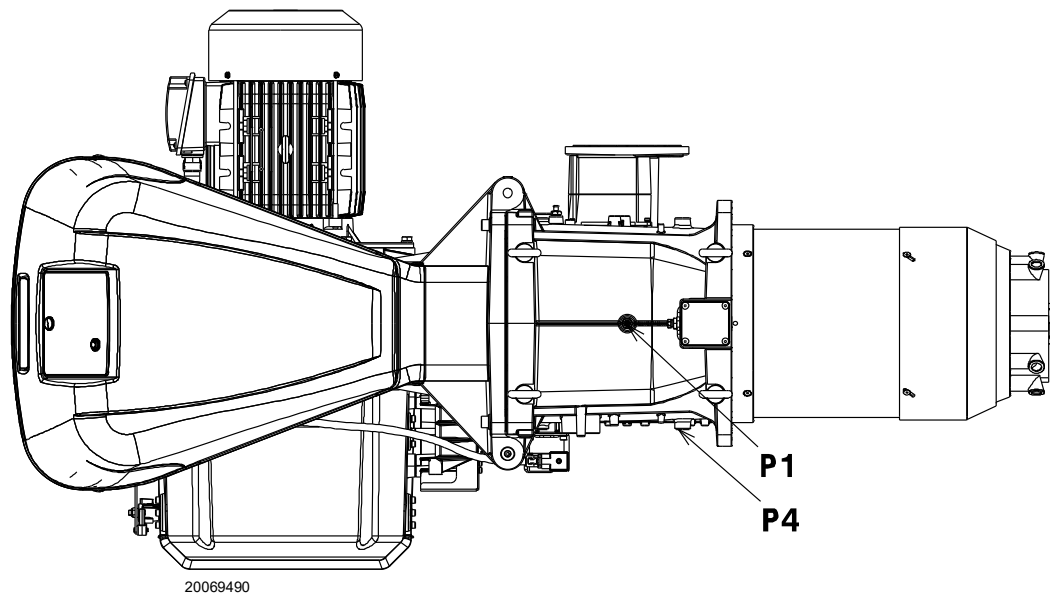

Fig. 23
Pressione del gas misurata alla presa P1) (Fig. 23 a pag. 27), con:
- sottrarre dalla pressione del gas alla presa P1) (Fig. 23 a pag. 27) la pressione in camera di combustione.
Per conoscere invece la pressione del gas necessaria alla presa P1) (Fig. 23 a pag. 27), fissata la potenza MAX alla quale si desidera funzioni il bruciatore:
- Leggere la pressione alla presa P1) (Fig. 23 a pag. 27).
pressione necessaria alla presa P1) (Fig. 23 a pag. 27).